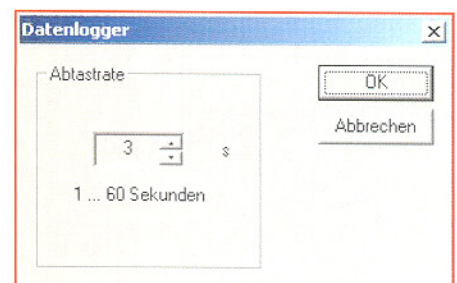

Bild 16: Einstellung der Abtastrate für den Datenlogger
Auch hier ist die Bedienung einfach und intuitiv: Die Aufzeichnung der Messwerte wird mit dem „Record“-Button (2) gestartet. Der zeitliche Abstand zwischen den aufgezeichneten Werten (Abtaste) ist zunächst defaultmäßig auf 1 Sekunde festgelegt. In dem mit dem Button zur Einstellung der Abtaste (5) zu öffnenden Fenster „Datenlogger“ (Abbildung 16) kann die Abtaste mit Hilfe der „up“- und „down“-Buttons im Bereich zwischen 1 und 60 Sekunden eingestellt werden. Die Daten erscheinen dann zeilenweise im Aufzeichnungsfenster (6). Neben der aktuellen Uhrzeit sind hier die Sollwerte (Spannung und Strom), die Istwerte (Spannung und Strom) sowie die aus den Istwerten berechneten Leistungs- und Widerstandsangaben zu sehen. Mit dem „Stop“-Button (3) lässt sich die Aufzeichnung anhalten. Ein erneutes Starten mittels „Record“ setzt die Aufzeichnung fort, ohne die alten Messwerte zu löschen. Soll eine neue Messreihe gestartet werden, so ist zunächst der Inhalt des Aufzeichnungsfensters über das Papierkorb-Symbol (4) zu löschen.